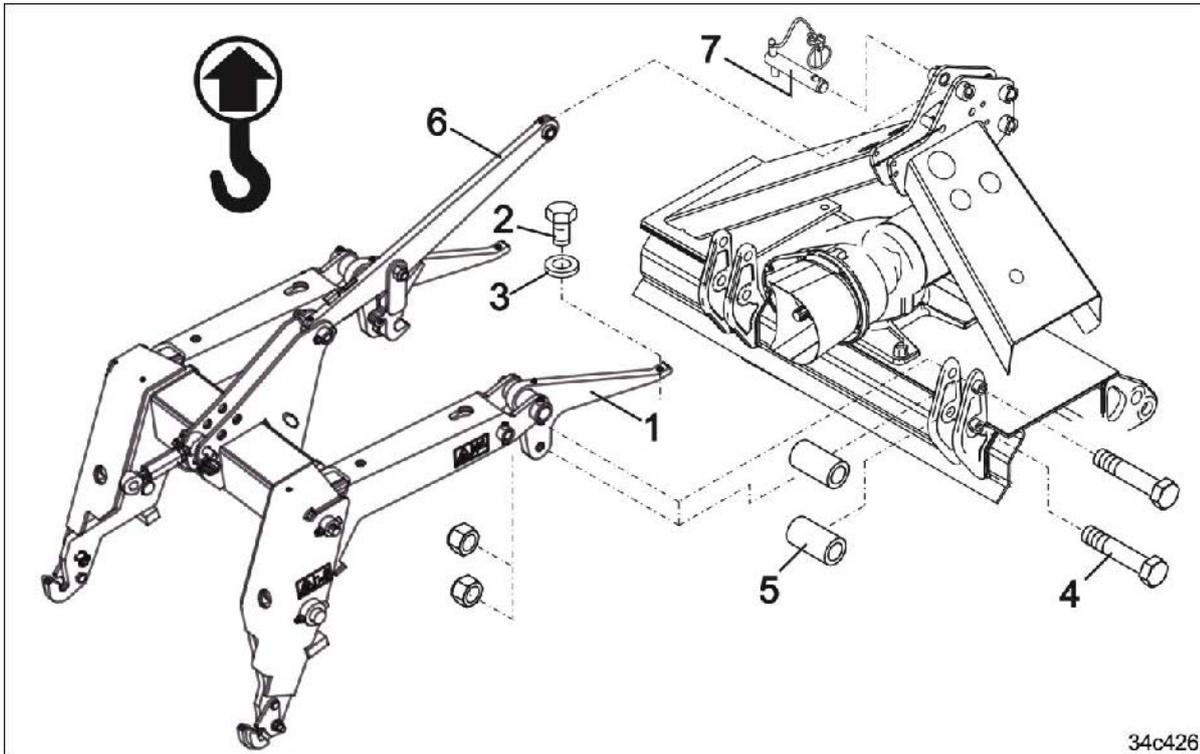

图 82
5. 将钩杆（图 82/1）拧紧到土壤耕作机上，使用
- 两个机器螺栓（图 82/2）和垫片（图 82/3）
- 4 个螺栓（图 82/4）和 4 个间隔环（图 82/5）。
6. 将上连杆（图 82/6）用一个销栓（图 82/7）插上并用制轮楔固定住。